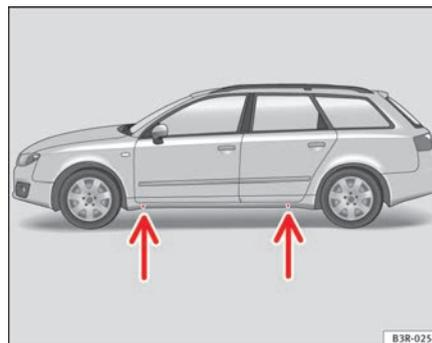

Fig. 190 Changement de roue : Points d'appui du cric.
- Localisez le **point d'appui** le plus proche de la roue défectueuse sur le bas de caisse ⇒ page 264, fig. 190 -flèches-.
Des empreintes sur le bas de caisse du véhicule à l'avant et à l'arrière indiquent les points d'appui du cric ⇒ page 264, fig. 190 -flèches-. Un emplacement a été prévu pour chaque roue. Le cric ne doit pas être positionné à d'autres endroits.